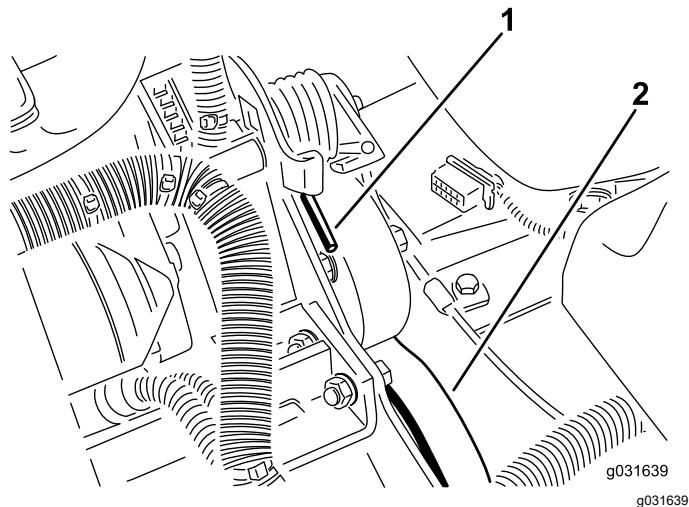

Bild 63
2. Drücken Sie das Ende der Feder ab- und vorwärts, um die Feder aus dem Bügel auszuhakeln und die Feder zu entspannen (Bild 63).